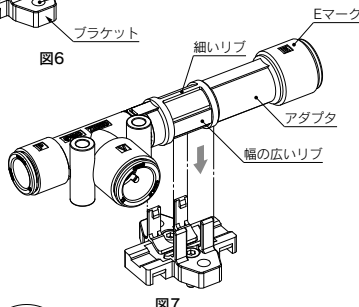

図7
③ 本体をブラケットに取付けるときは、アダプタの細いリップ、Eマークを上にして、幅の広いほうのリップを横にして、まっすぐ下に押し込んでください（図7）。